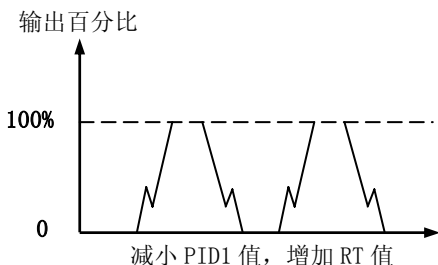
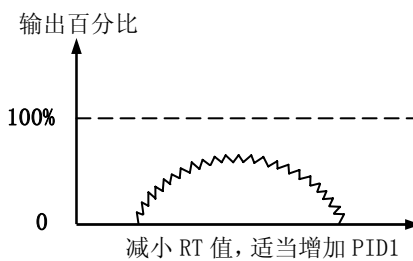

图 3.5.1
图 3.5.2
- 在调整参数时,调整范围应先从大到小。若出现图 3.5.1 现象可把 PID1 由 2000 调为 1000,把 RT 由 100 调为 200,如果调整后的控制效果如图 3.5.2,则说明 PID1 的取值在 1000-2000 之间,RT 取值在 100-200 之间。逐渐减小调整范围,即可得到理想的参数。